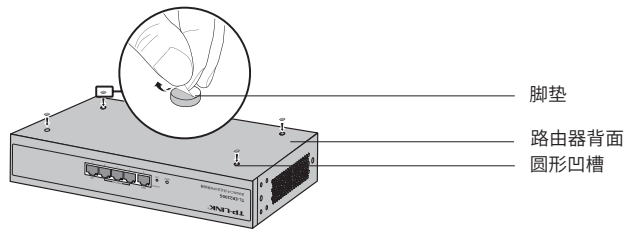

图2-1 桌面安装示意图
2. 逐个揭去4个脚垫的胶面保护纸,分别黏贴在位于机壳底部四角的圆形凹槽中,如图2-1所示;